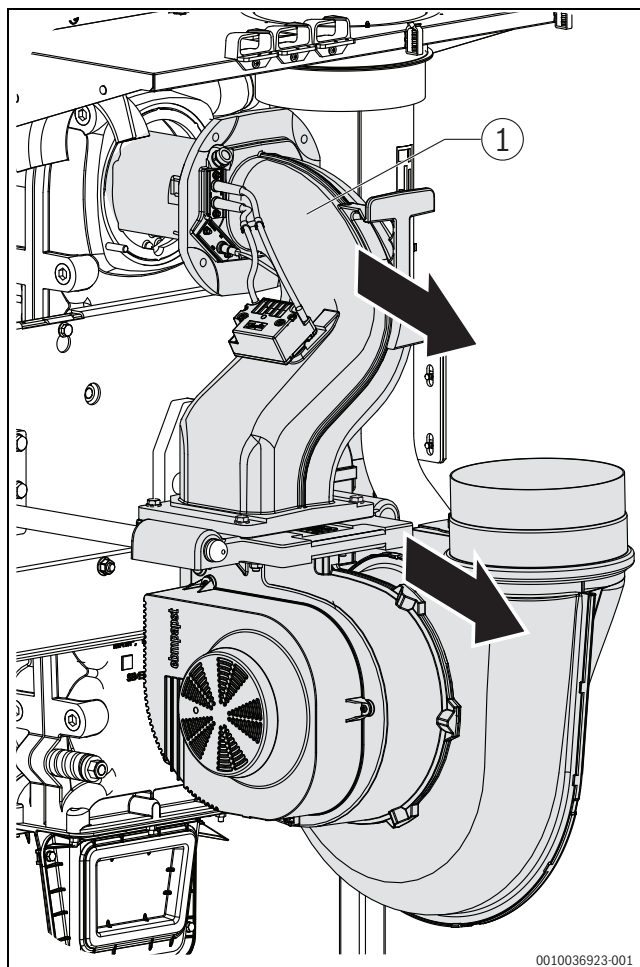

Рис. 50 Отведение горелки назад
► Извлечь назад смесительный патрубок со штабом горелки и вентилятором до конечного положения (уплотнительное кольцо на направляющем штифте) (→Рис. 50).